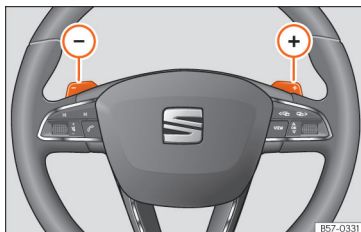

Fig. 231 Volante: leve per il cambio automatico.
- Premere la leva a bilanciere del cambio (+) per inserire una marcia superiore »» **fig. 231**.